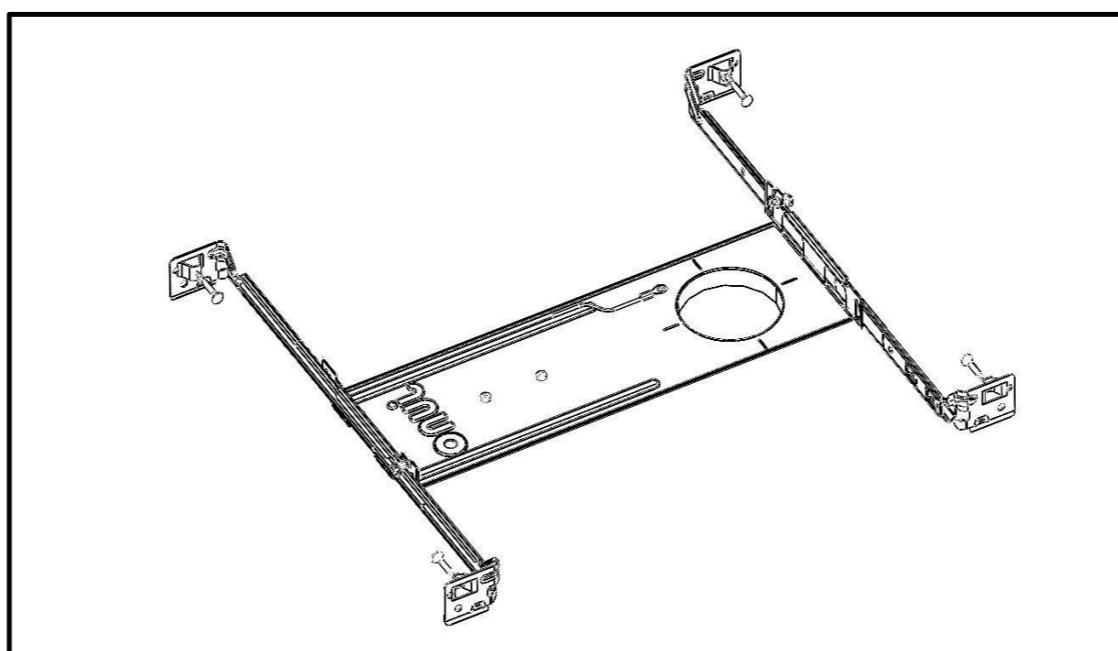

Figure 1
1. Avant l'installation, vérifiez que le bac de nouvelle construction de 2 po est complet et qu'il correspond à l'illustration ci-dessous. L'utilisation d'une scie-cloche est recommandée pour réaliser la coupe précise nécessaire à cette installation. La découpe du plafond est de 2,5 po. (Voir figure 1.)